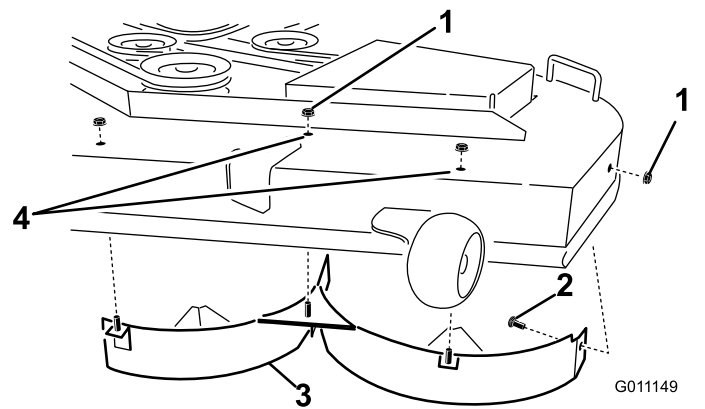

Figura 34
4. Remova as 3 porcas de bloqueio (5/16 pol.) presas aos postes soldados do abafador esquerdo, na parte superior da plataforma do cortador, nas posições central e esquerda (Figura 34).
5. Remova o parafuso de carroçaria e porca de bloqueio na parede lateral da plataforma do cortador que prende o abafador esquerdo à plataforma (Figura 34).
6. Retire o abafador esquerdo da plataforma do cortador (Figura 34).
7. Localize os 2 parafusos nas peças soltas e utilize as porcas de bloqueio existentes e instale as fixações nos orifícios mostrados na Figura 34 no cortador para evitar que os detritos saiam.